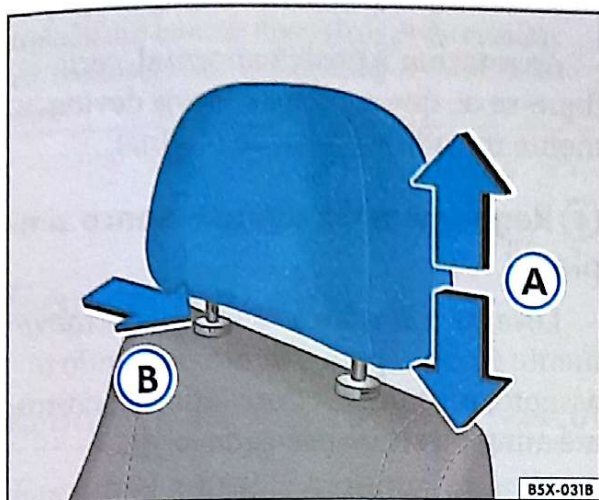
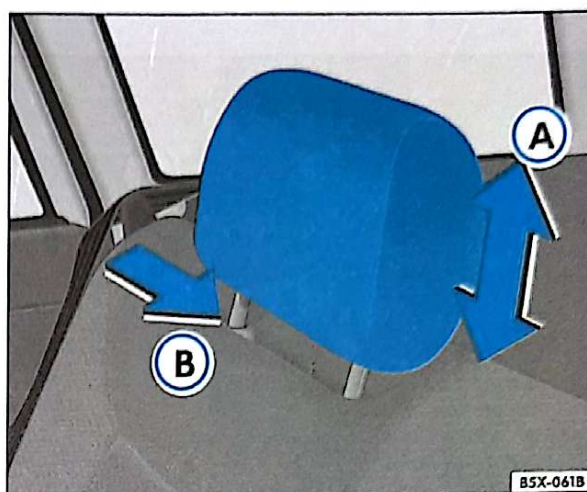

Fig. 73 Regular ou remover os apoios para cabeça dianteiros
Fig. 74 Regular ou remover os apoios para cabeça traseiros
- Desloque o apoio para cabeça para cima ou para baixo ⇒ fig. 73 (A), até atingir a altura correta ⇒ Página 88.
- Desloque o apoio para cabeça para cima ou para baixo ⇒ fig. 74 (A), até atingir a altura correta ⇒ Página 88 ⇒ ⚠.
- Pressione a trava ⇒ fig. 73 (B) ou ⇒ fig. 74 (B).
- Empurre o apoio para cabeça para baixo, pressionando a trava ⇒ fig. 73 (B) ou ⇒ fig. 74 (B).